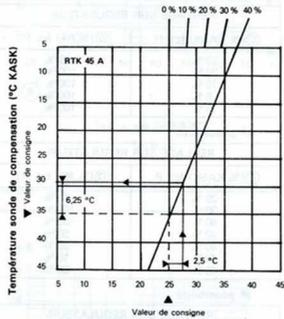

fig. 2
2. - Installation à air chaud à faible inertie thermique (fig. 2)